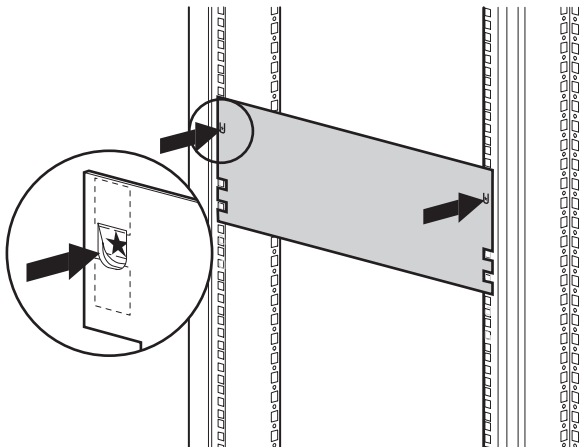

Abbildung 2-2. Library-Schablone
1. Verwenden Sie die mit der Library gelieferte Schablone, um die Position der Befestigungsteile an den Montageschienen des Racks zu markieren (siehe Abbildung 2-2).